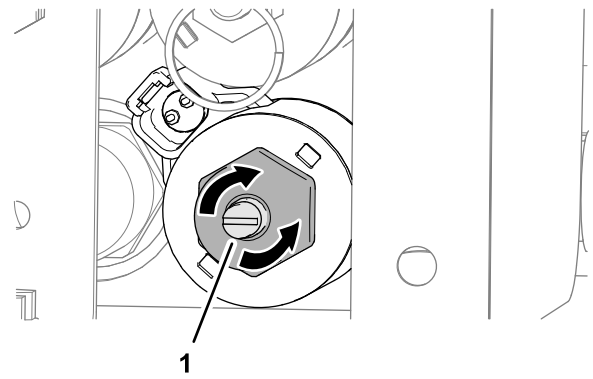

Figura 33
1. Ruotate la vite a testa esagonale del sistema di esclusione della valvola in senso orario per aumentare la velocità del piano (Figura 33).